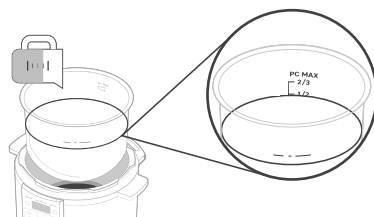

Figura 8.1
2. Riempire la pentola interna con acqua fino alla linea **"-1/2"**. **[Figura 8.1]**